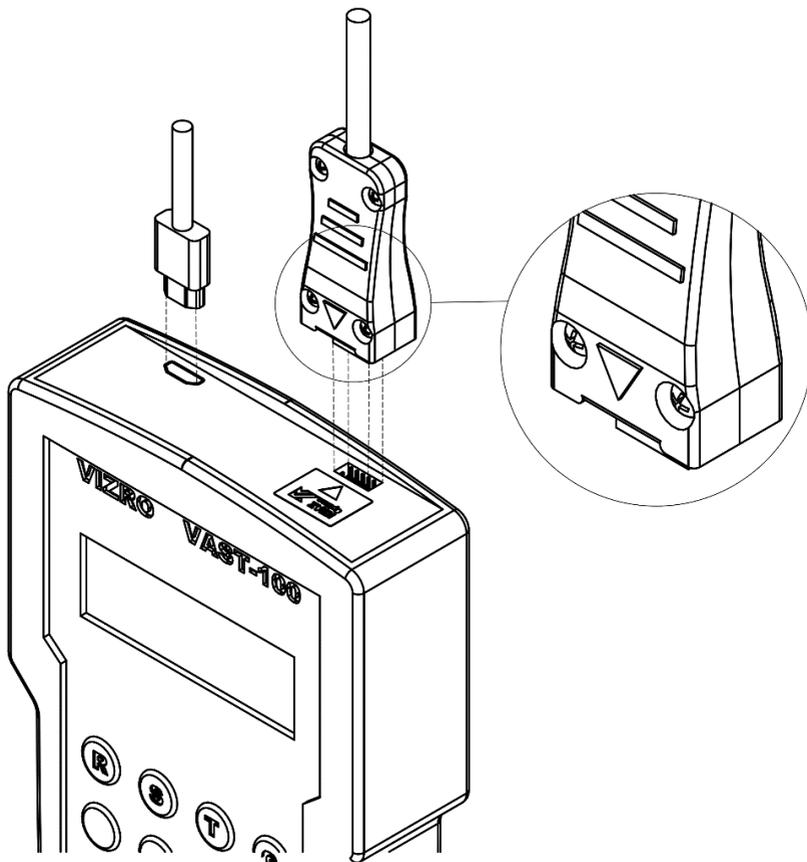

Рисунок 2 – Соединение с портами тестера
4.2.4 Подключить тестер при помощи адаптера питания из комплекта поставки к сети переменного тока и подать питание при помощи тумблера поз. 4 рисунок 2.
- 4) включить тестер при помощи тумблера поз. 4 рисунок 2;
- выключить тестер при помощи тумблера поз. 4 рисунок 2;